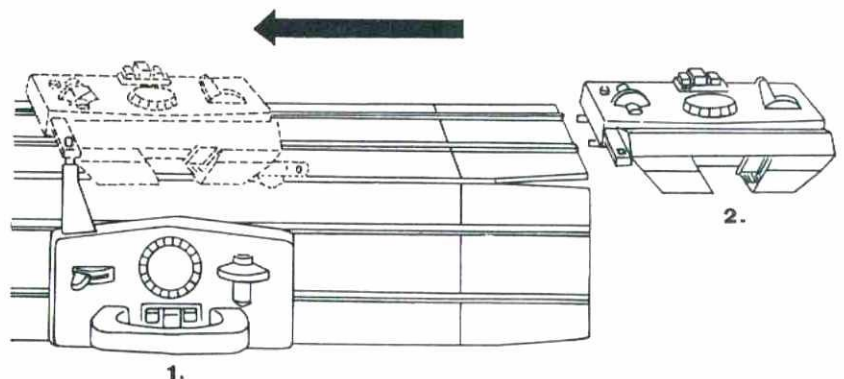

Fig. 18
2. **Hinteres Schloss von rechts in das hintere Nadelbett einführen,** Fig. 18